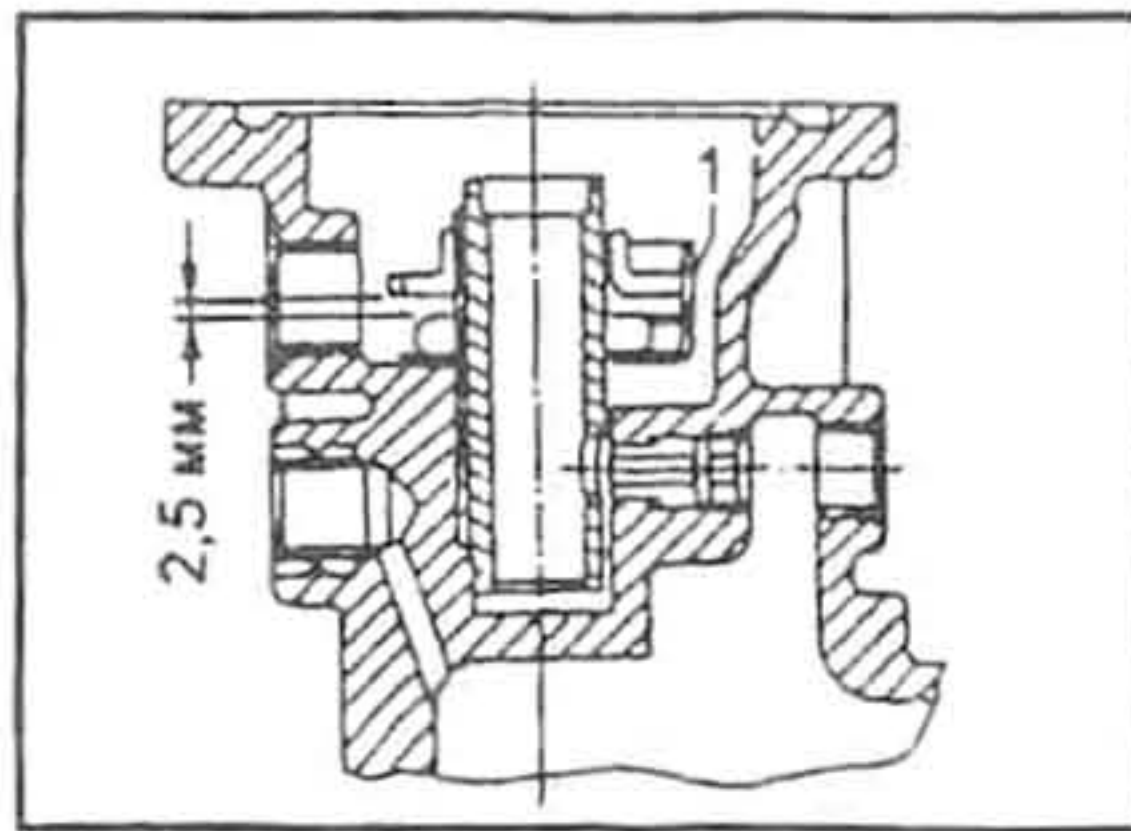
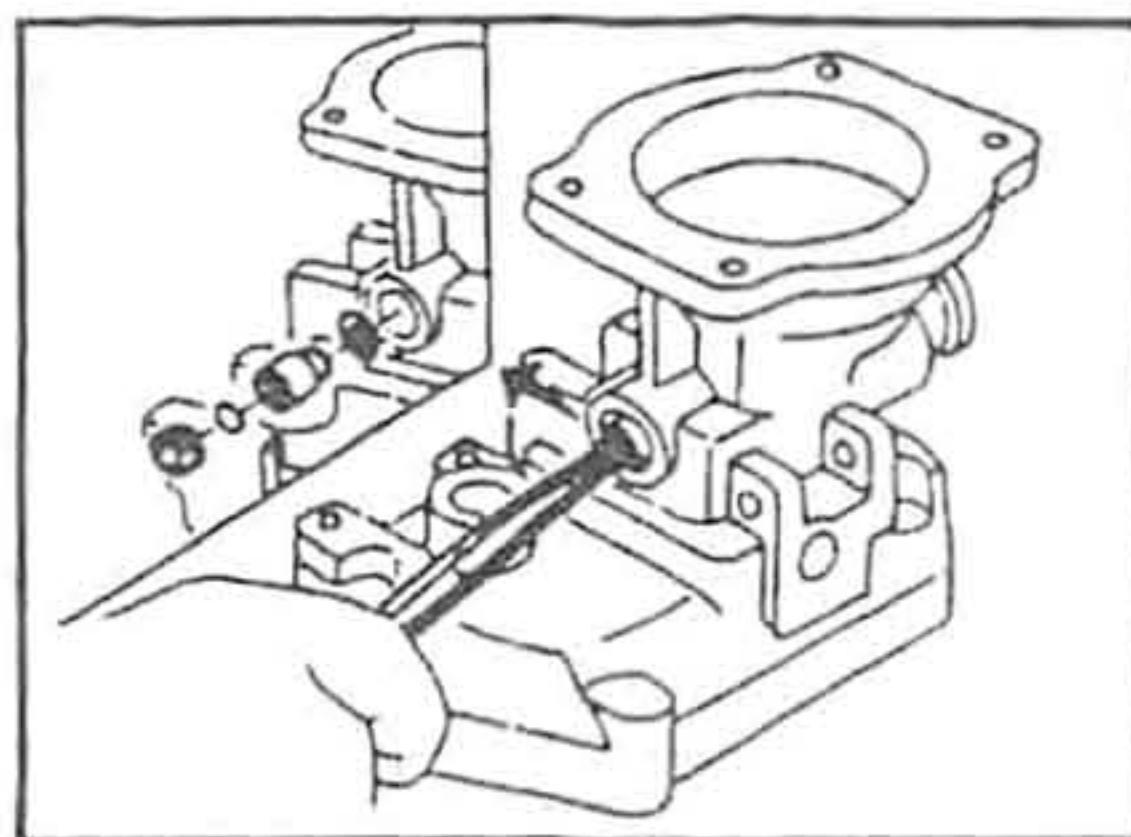
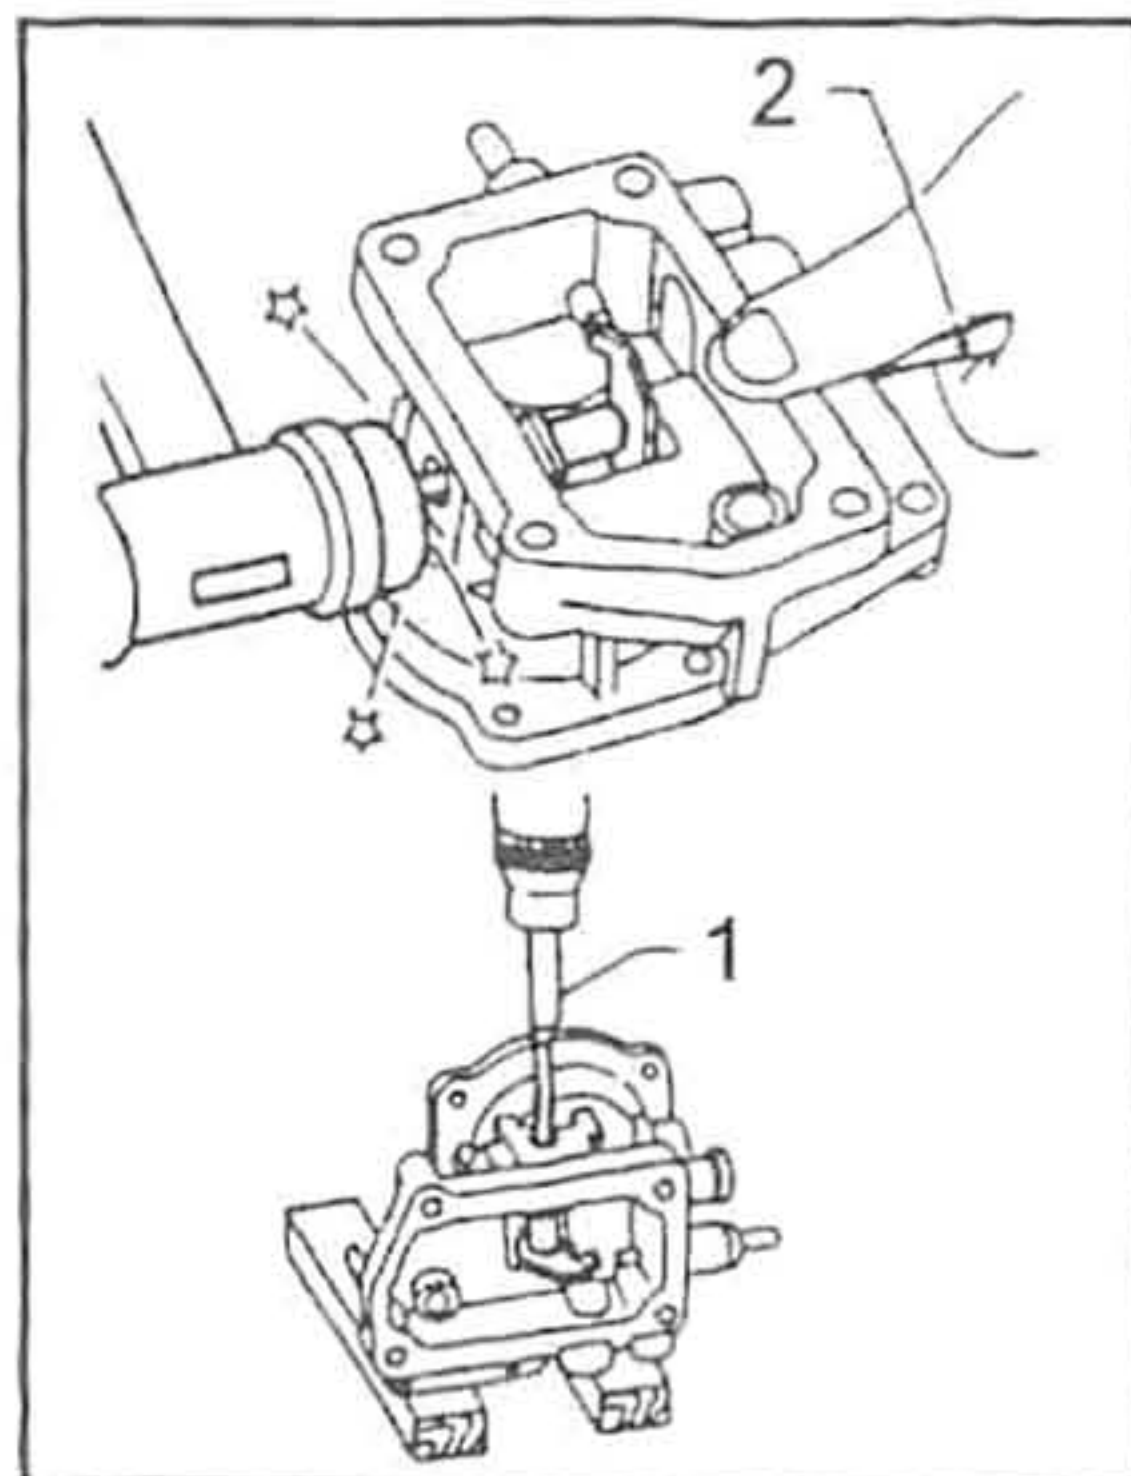

Рис. 315. 1. Гайка храповика.
Рис. 316.
Рис. 317. 1. Стержень для запрессовки штифта. 2. Направляющий стержень.
Установите гайку храповика, затяните ее, затем отпустите на 2,5 оборота (это обеспечивает указанный на рис. 315 зазор в 2,5 мм, который не контролируется при сборке). Установите в корпус крышки шайбу, втулку и стопорное кольцо (рис. 316). С помощью направляющего стержня (1) установите рычаг и закрепите его штифтом (рис. 317).